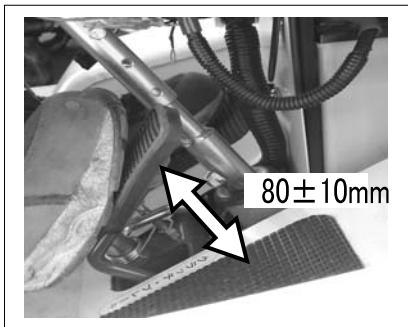

図 1
- ① 図 1 を参考にクラッチブレーキペダルをロックレバーで固定した状態から、ロックレバーを解除し、ゆっくりとクラッチをつないでいきます。
- ② 本機が動き始めたときのペダル位置が、固定した状態から  $80 \pm 10\text{mm}$  位置でつながるのが標準です。〈図 1 参照〉